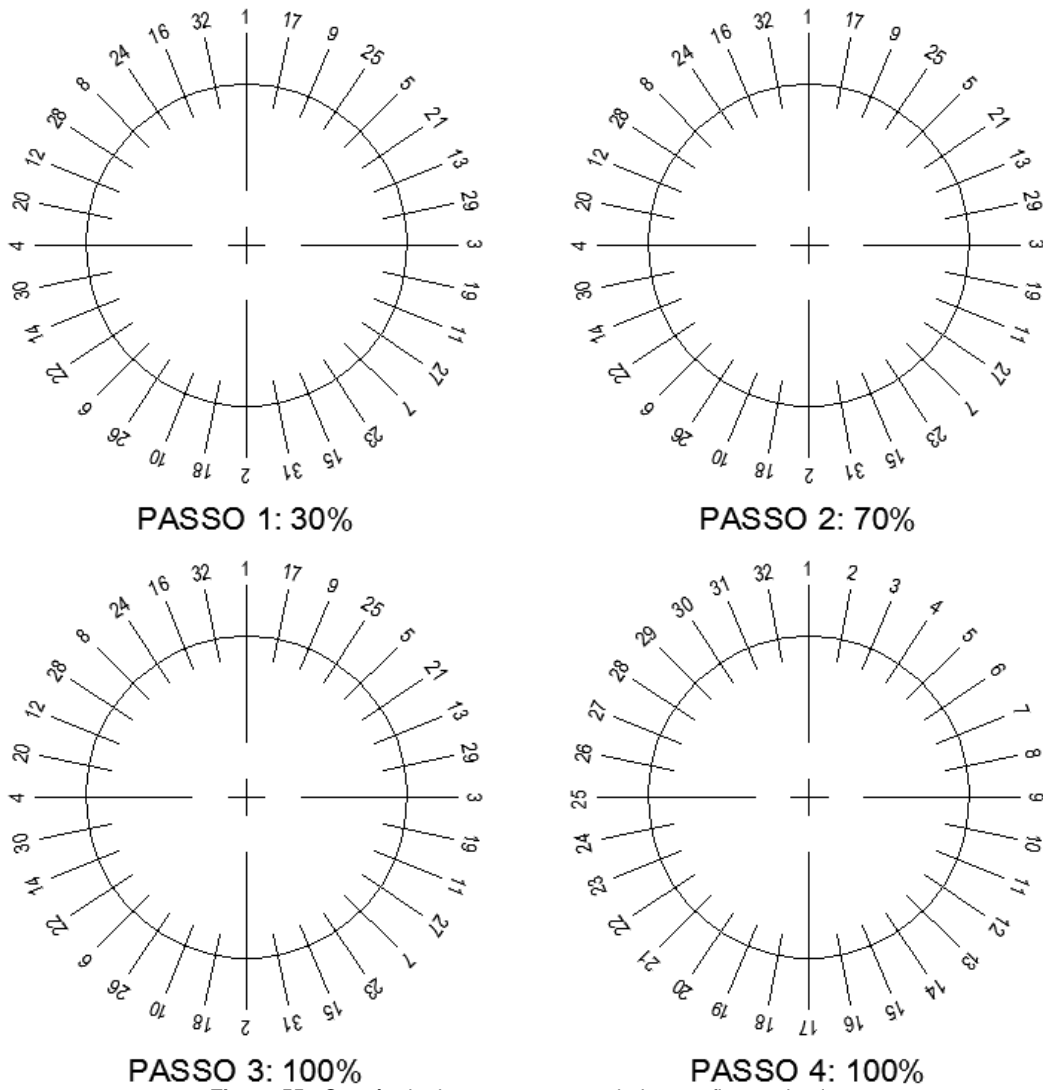
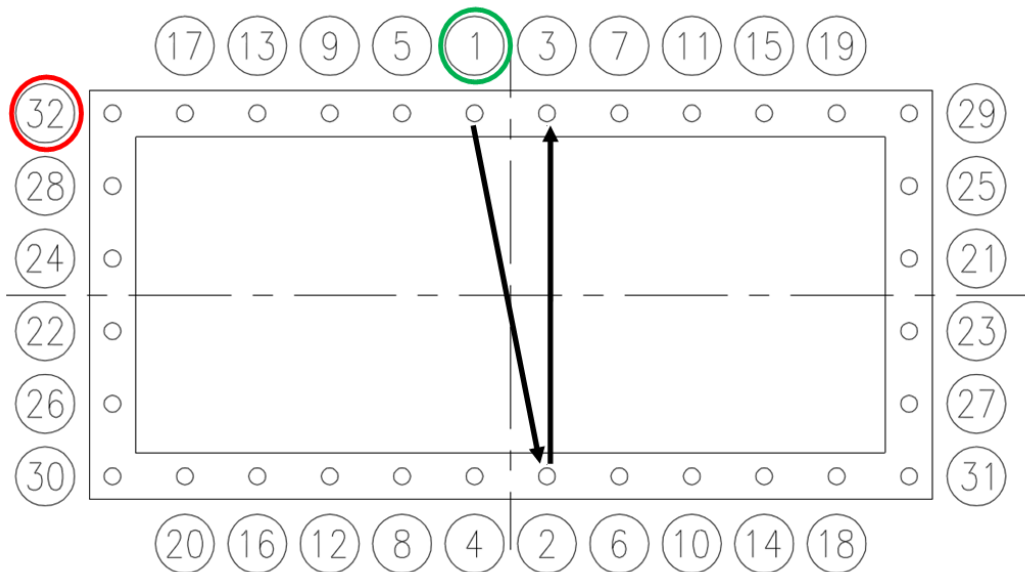

Figura 55 - Sequência de aperto recomendado para flange circular
Figura 56 - Sequência de aperto recomendado para flange quadrado ou retangular
* Para sequência de aperto observar **Figura 55** e **Figura 56**.
Realizar a sequência de aperto observando a **Figura 55 e 56**.